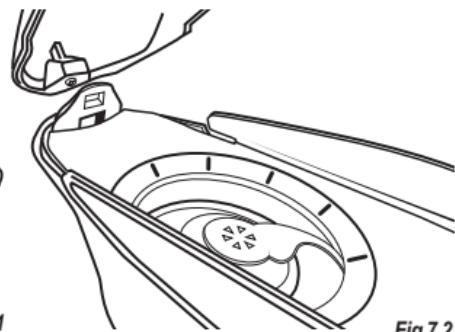

Fig 7.2
3. Faites correspondre le crochet sur la partie avant de la coquille supérieure avec l'anneau sur la coquille inférieure (Fig. 7.2).